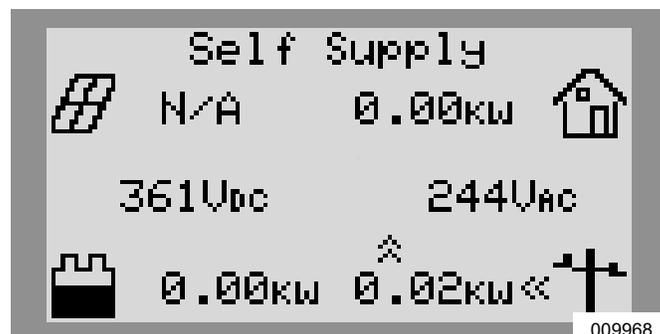

Figure 6-6. Sélection des modes système (4 de 4)
5. Voir Figure 6-6. Vérifier que le mode indiqué en haut de l'écran d'accueil est bien le mode souhaité.